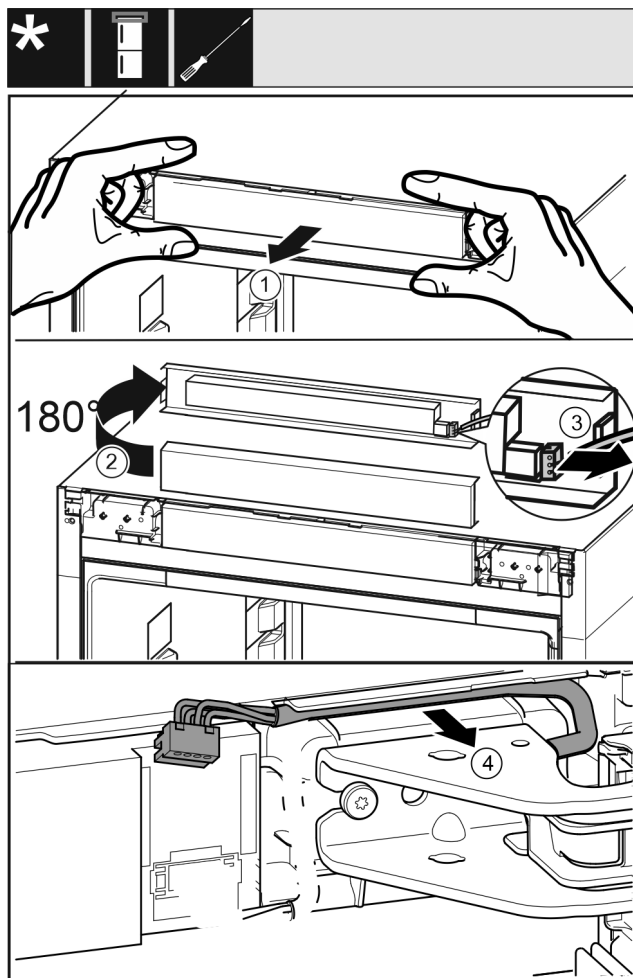

Fig. 18
- Panel Fig. 18 (1) opatrně povolte směrem dopředu.
- Panel Fig. 18 (2) otočte o 180° nahoru.
- Západku Fig. 18 (3) zatlačte dozadu a opatrně vytáhněte zástrčku.
- Kabel Fig. 18 (4) nad stojanem ložiska opatrně uvolněte z vedení.